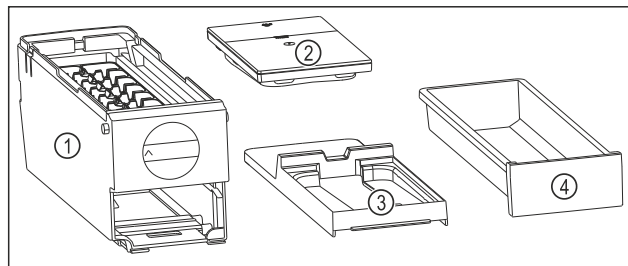

Fig. 174 Componenti dell'EasyTwist-Ice
- ▶ L'EasyTwist-Ice è scomposto in quattro parti. (vedere Fig. 174)
- ▶ Smontare l'EasyTwist-Ice scomponendo solo gli elementi rappresentati in figura. (vedere Fig. 174)
- ▶ Pulire l'intero corpo dell'EasyTwist-Ice Fig. 174 (1).